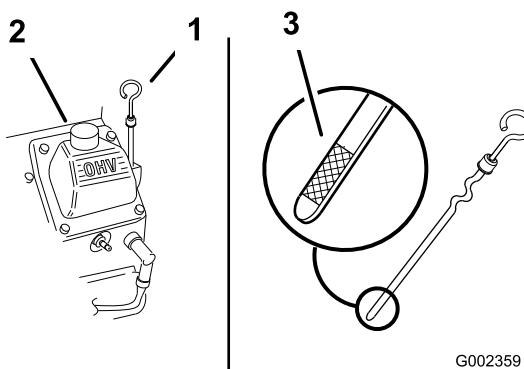

図 21
5. ディップスティックを補給管一杯に差し込む（図 21）。ただしネジ込まないこと。
4. ディップスティック（図 21）を抜き取り、付いているオイルをウェスで拭きとる。
6. 補給管（図 21）から、必要量の80% 程度のオイルをゆっくり入れる。